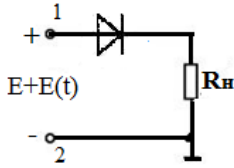
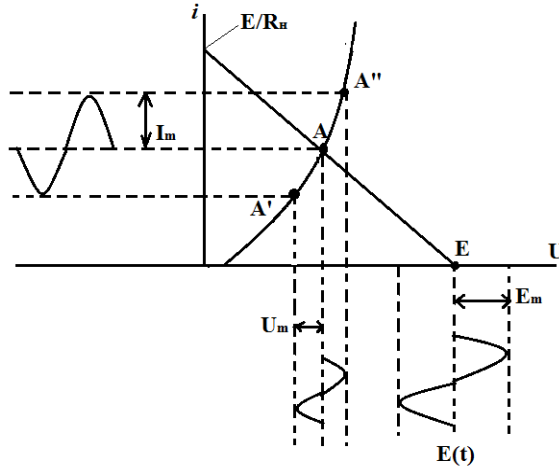

Рис.1.9
Рис. 1.10
6. К диоду приложено, кроме постоянного напряжения E , ещё и переменное $E(t)$. Точки приложения E и $E(t)$ – одни и те же («1» и «2», рис.1.9). Поэтому $E(t)$ перемещает нагрузочную прямую $E-R_n$ параллельно самой себе. Рабочая точка движется по ВАХ: $A' A''$ (рис.1.10).